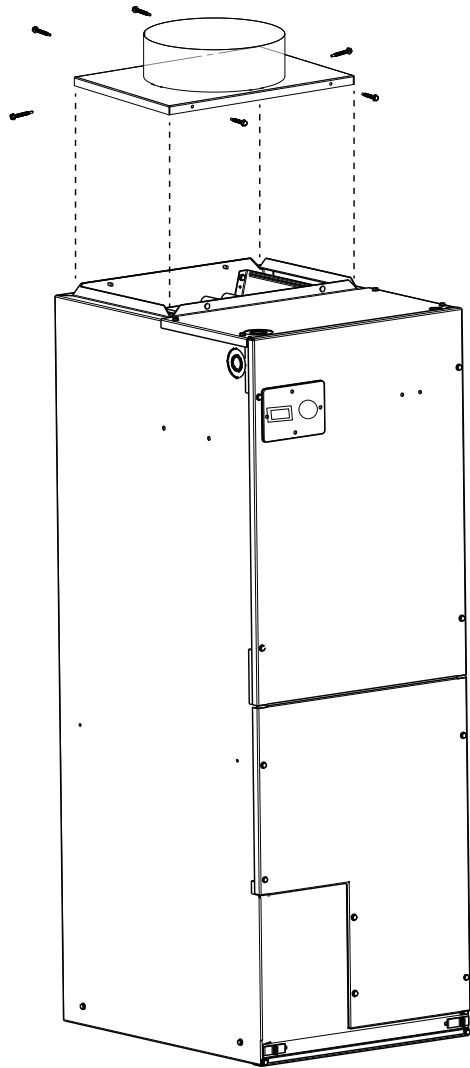

Fig. 2 – Detalle de la instalación
3. Coloque el panel sobre la abertura de entrada de aire de la unidad. Consulte la Fig. 2.
4. Utilice los accesorios suministrados para fijar el panel a la brida de suministro de aire vuelto hacia afuera. Consulte la Fig. 2.